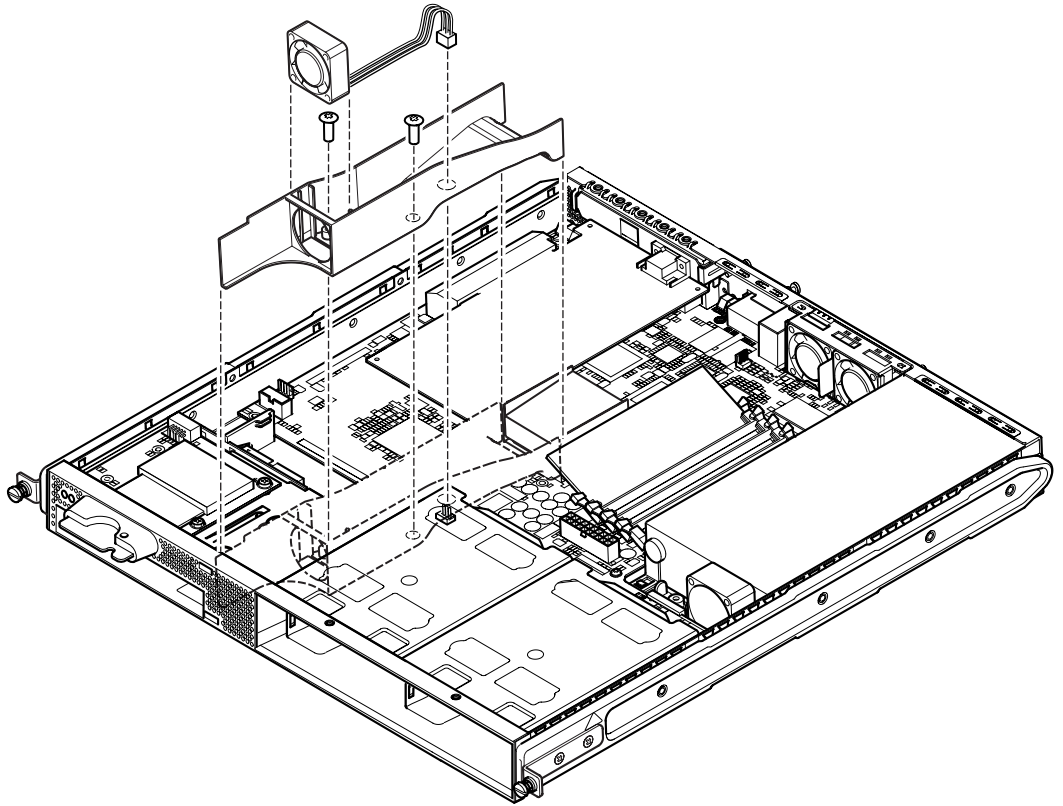

ABBILDUNG 11-6 Lösen und Entfernen der Halterung von Lüfter 3
8. **Ziehen Sie das Stromkabel von Lüfter 3 ab (siehe ABBILDUNG 11-6), und lösen Sie die beiden Schrauben, mit denen die Halterung am Gehäuse befestigt ist.**
- 9. Ziehen Sie den Lüfter und die Halterung vom Gehäuse ab (siehe ABBILDUNG 11-6).**